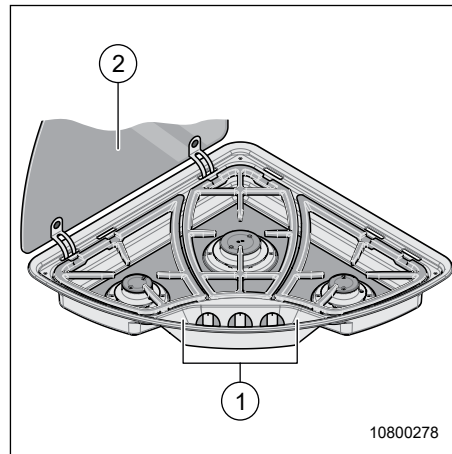

Fig. 112 Plaque de cuisson
1. Ouvrir le recouvrement du réchaud à gaz (Fig. 112, pos. 2) .
3. Tourner le bouton de réglage (Fig. 112, pos. 1) sur « 0 ».
4. Maintenir le bouton de réglage (Fig. 112, pos. 1) appuyé et le tourner sur la grande flamme.
6. Relâcher le bouton de réglage (Fig. 112, pos. 1).
7. Régler la puissance souhaitée du brûleur à l'aide du bouton de réglage (Fig. 112, pos. 1).
1. Tourner le bouton de réglage (Fig. 112, pos. 1) sur « 0 ». La flamme s'éteint.
3. Laisser refroidir d'abord le réchaud à gaz. Une fois refroidi, fermer le recouvrement (Fig. 112, pos. 2).